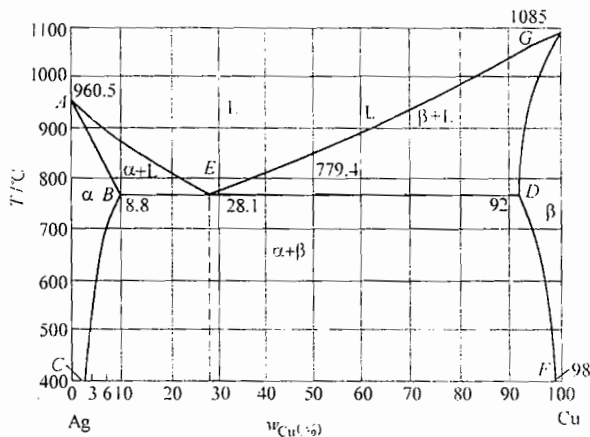

图 27-2 第三题第 2 小题图
2. Cu-Ag 合金相图如图 27-2 所示。若有一 Cu-Ag 合金 ($w_{\text{Cu}} = 0.075$, $w_{\text{Ag}} = 0.925$) 1kg , 请提出一种方案从该合金中提炼出 100g 的 Ag, 且要求提炼得到的 Ag 中的 Cu 含量 w_{Cu} 低于 0.02 。(假设液相线和固相线均为直线)。